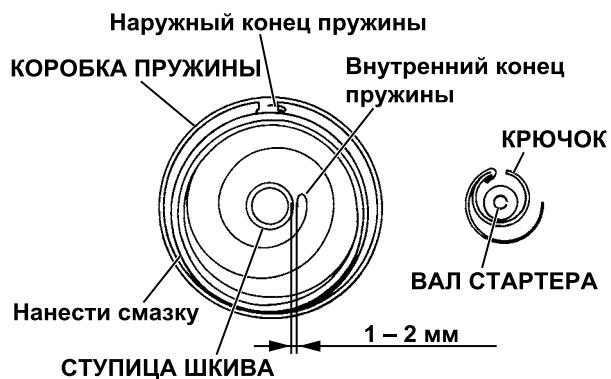

Рис. 9-5
- (2) Убедиться в том, что пружина надежно закреплена на шкиве, и загнуть другой конец пружины так, чтобы между внутренним концом пружины и краем ступицы шкива получился зазор 1 – 2 мм, позволяющий надежно зацепить пружину за крючок, как показано на рис. 9-5.
Надлежащее расположение пружины указано на рис. 9-5.